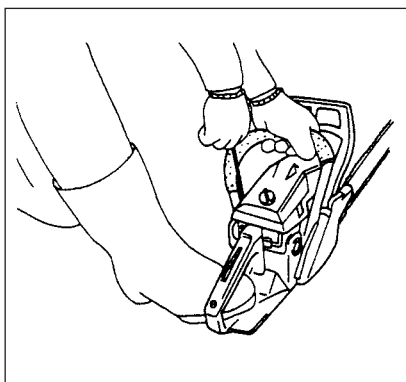

Fig. 2-4
3. Dra sakte i startsnoren til du føler kompresjonsmotstand, dra deretter brått samtidig som du passer på å beholde grepet rundt håndtaket og ikke la det slippe tilbake. (Fig. 2-4)